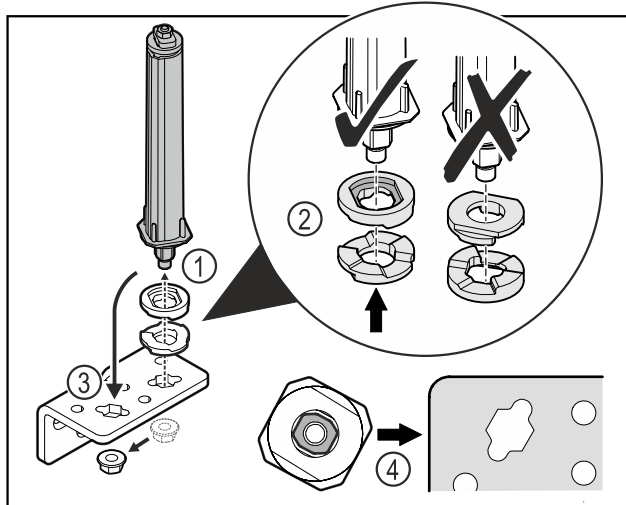

Fig. 29
- Mutter lösen und Türschließsystem entfernen Fig. 29 (1).
- Auf die korrekte Ausrichtung der Höhenverstell-scheiben achten Fig. 29 (2).
- Türschließsystem im Scharnierwinkel umsetzen und mit der Mutter fixieren Fig. 29 (3).
- Beim Einsetzen auf die korrekte Ausrichtung des Türschließsystems achten Fig. 29 (4).